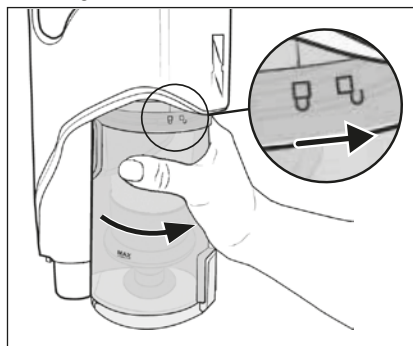

Fig. 23
- 8) Așezați recipientul de praf **7** din nou în aparat și rotiți-l în direcția simbolului  (închidere), până când se fixează în aparat (a se vedea fig. 23).